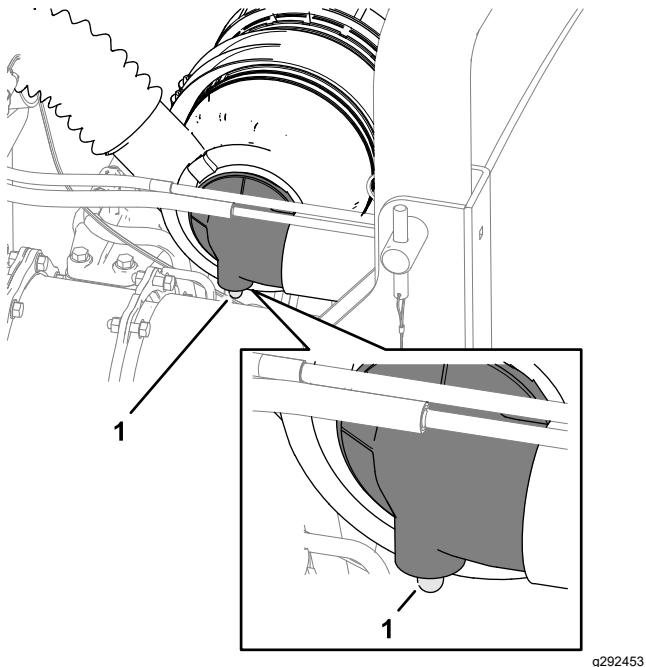

Figure 49
2. Contrôlez l'indicateur de colmatage du filtre (Figure 49).
**Remarque:** Faites l'entretien du préfiltre si l'indicateur de colmatage (Figure 49) est rouge. Le remplacement fréquent du filtre à air accroît le risque de contamination du moteur par des impuretés quand le filtre est déposé.